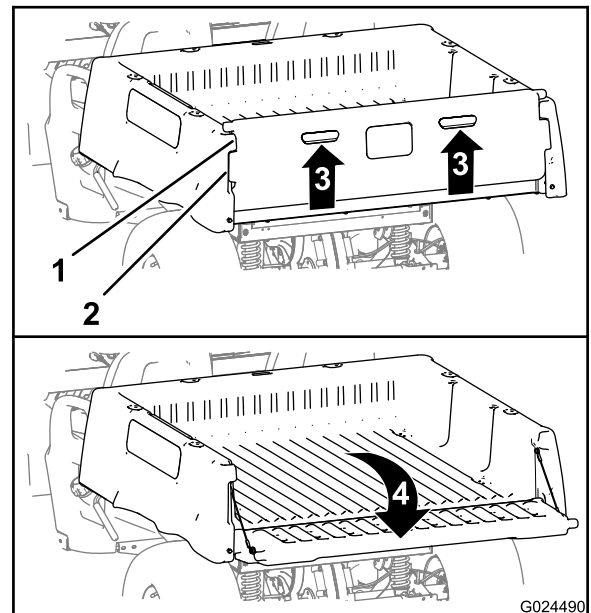

Figura 12
2. Levante nos locais indicados no painel traseiro da porta traseira (Figura 12).
6. Rode a porta traseira para cima e para a frente até as flanges de bloqueio estarem justas ao espaço da porta na caixa de carga (Figura 12).
7. Baixe a porta traseira até ficar assente na parte de trás da caixa de carga (Figura 12).